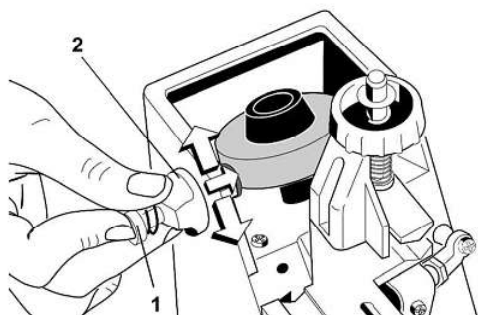

Fig. 14
2. Слегка нажимайте на кнопку 1 (рис. 14) и несколько раз переместите прижим 2 вверх и вниз так, чтобы обработать всю торцовую поверхность шлифовального диска.